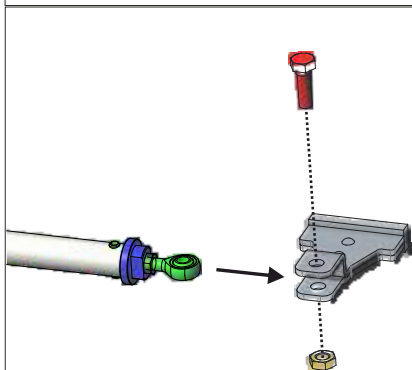

Fig. 25
- Placer la tige de l'opérateur dans l'emplacement du support antérieur - Fig. 25
- Fixer la tige dans le support antérieur en serrant la vis en dotation - Fig. 25